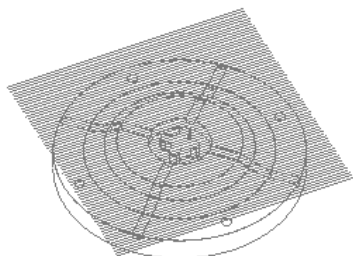
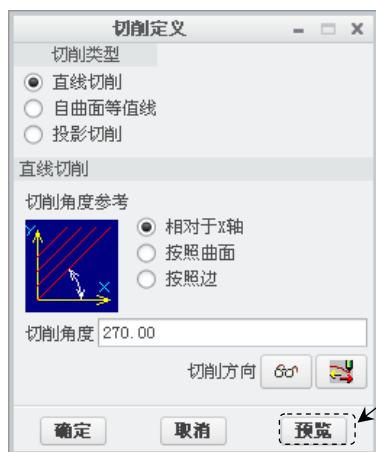

图 10.1.21 退刀平面上的刀具轨迹
图 10.1.20 “切削定义”对话框
Step8. 在系统弹出“切削定义”对话框中按图 10.1.20 所示进行设置，单击 **预览** 按钮，在退刀平面上将显示刀具切削路径，如图 10.1.21 所示，然后单击 **确定** 按钮。